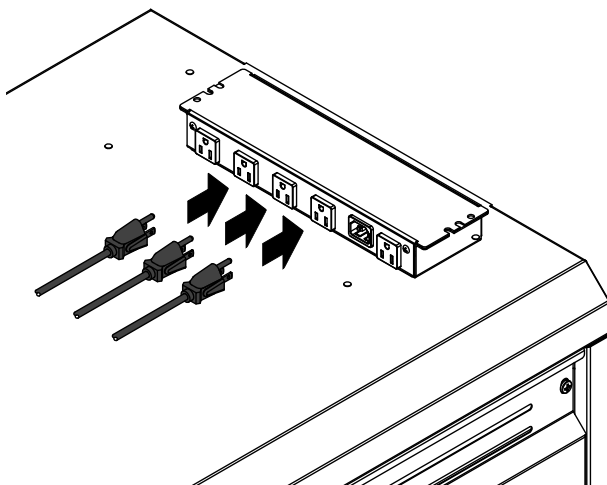

Figure 1.2
5. Plug power strip cords into timer/switch. **Figure 1.2**
5. Branchez les cordons des barres d'alimentation dans la minuterie ou l'interrupteur. **Figure 1.2.**
5. Enchufe los cordones del multicontacto de alimentación en el temporizador o en el interruptor. **Ilustración 1.2.**